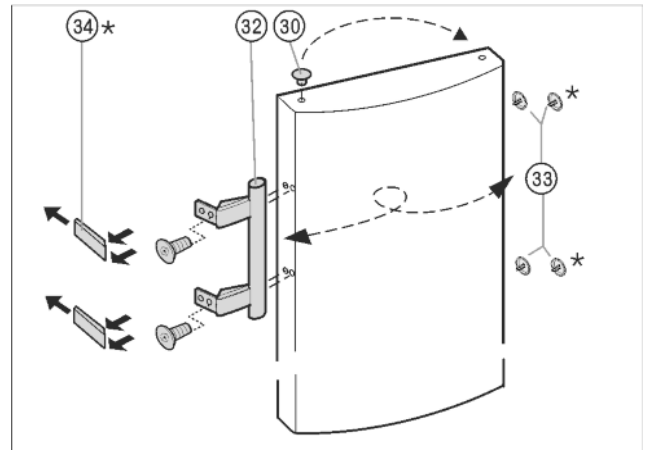

Fig. 10
- ▶ Извлеките пробку Fig. 10 (30) из опорной втулки дверцы и переставьте.
- ▶ Снимите и переставьте на противоположную сторону дверную ручку Fig. 10 (32), пробку Fig. 10 (33) и прижимные пластины\* Fig. 10 (34).